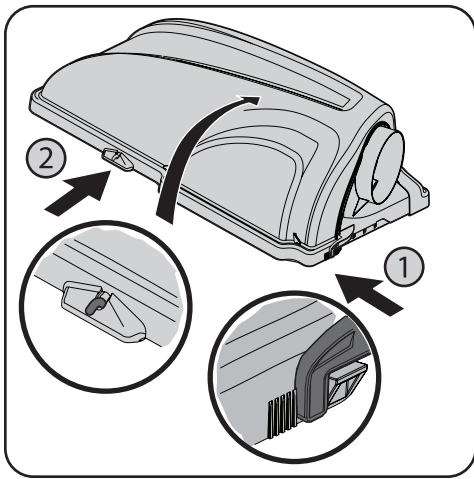

Figura 5-1
1. Abra el capó del colector de césped empujando hacia adentro la lengüeta posterior derecha con la mano derecha, como se ve en 1 de la Figura 5-1, y levantando la cubierta con la mano izquierda en el centro de la parte posterior de la cubierta de la embolsadora, 2.